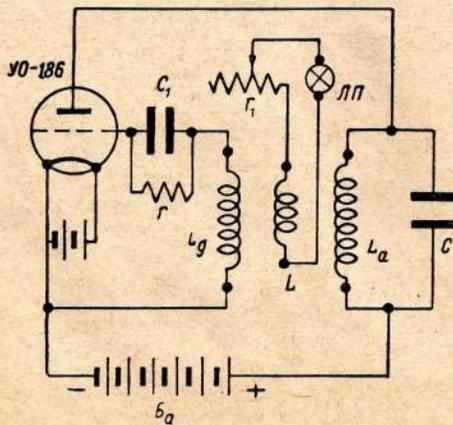

Рис. 5
1. Схема лампового генератора с последовательным анодным питанием изображена на рис. 5. Здесь лампа, колебательный контур и источник анодного питания B_a включены последовательно. Как постоянная, так и переменная составляющая анодного тока протекают по одной цепи. L_g — катушка лампы просвечивания, на зажимах которой образуется переменная э. д. с. (L_a и L можно представить как понижающий трансформатор высокой частоты).